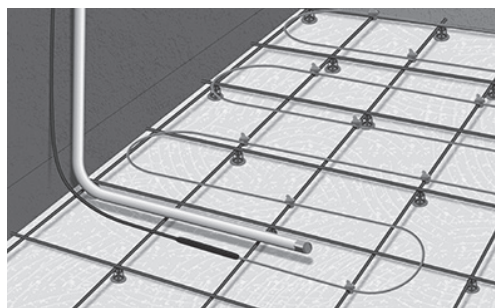

Fig. 6. Plasser ledningsrøret/føleren mellom kablene
8. Du kan velge å legge ned et ledningsrør til gulvføleren. Sørg for at føleren plasseres på samme nivå som kabelen og mellom sløyfene. Forsegl enden av ledningsrøret (Fig. 6).